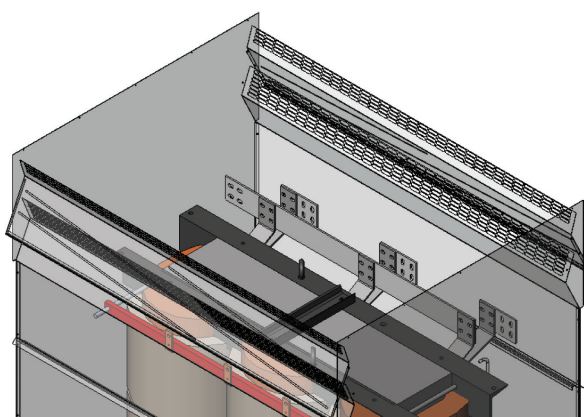

FIGURA 2
- (1) Retire el techo del gabinete tipo DH (ver figura 2) o levante la placa de cubierta del techo del gabinete de energía (ver figura 3).
- (2) Inspeccione las armellas o los ángulos de levantamiento y asegúrese de que estén debidamente asentados y bien